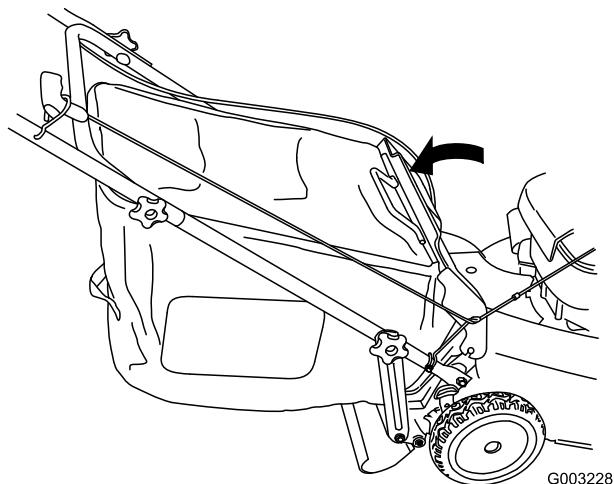

Bild 27
- Lassen Sie die hintere Klappe ab (Bild 27).